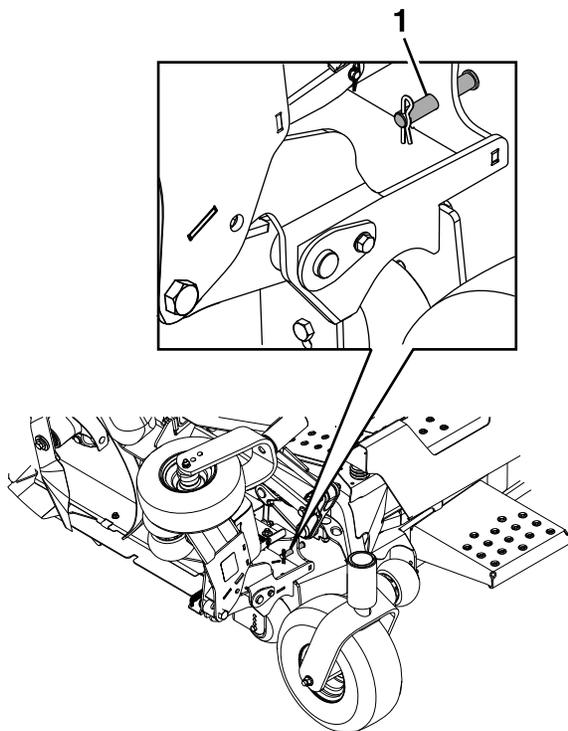

Рисунок 18
1. Удалите шплинтуемый штифт и шплинт, которые крепят каждое крыло в вертикальном положении, и поместите их в положение для хранения (Рисунок 18).